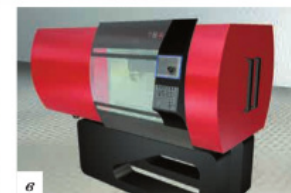

Рис. 1.4. Виды дизайна:
- средовой дизайн — дизайн интерьера, городской среды, выставочной среды (рис. 1.4).